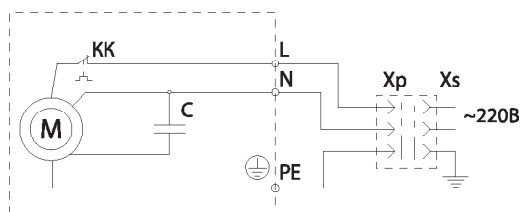

Рис. 3 Схема электрическая принципиальная
- Электрическое подключение производится в коробке выводов электродвигателя в соответствии с электрической схемой, приведенной на рисунке (рис.3) и данными таблички.